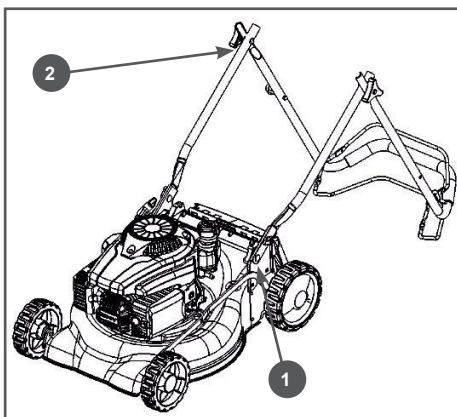

Рис. 2 Установка рабочей рукоятки в рабочее положение
3. Установите рабочую рукоятку в рабочее положение и зафиксируйте ее гайками крепления рабочей рукоятки (Рис. 2).